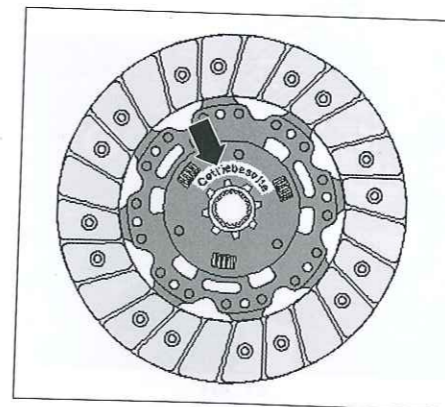

Fig. 3
- Poner el disco sobre el volante motor orientando el marcado "Getriebeseite" lado caja de velocidades (Fig.3) o el descentrado mayor del cubo hacia el mecanismo y centrarlo con ayuda de un eje guía de centrado apropiado [2].